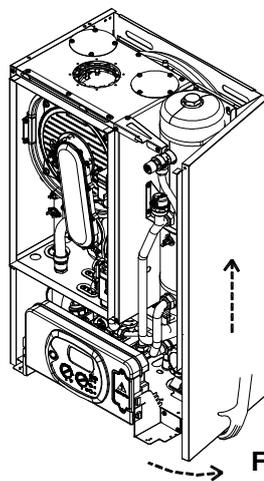

Fig. 3
- Retirer les vis de fixation placées sur les bords inférieurs et supérieurs du panneau latéral (Fig.3)